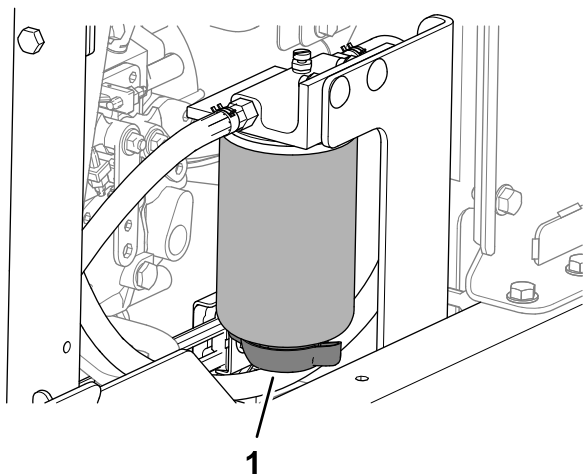

Figure 115
3. Placez un bac de vidange sous le robinet de vidange du séparateur eau-carburant (Figure 115).